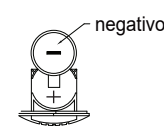

fig.2
- Coloque a bateria CR2032 no compartimento, com o polo negativo (-) voltado para fora (fig. 2).
Atenção: O ponto de contato deve ser protegido contra pressão inadequada; siga as instruções das figuras 2 e 3 sobre como inserir e retirar o medidor de furo. Incline o medidor de furo para inseri-lo na peça de trabalho ou no anel de fixação (fig. 2); deixe a ponte de proteção entrar em